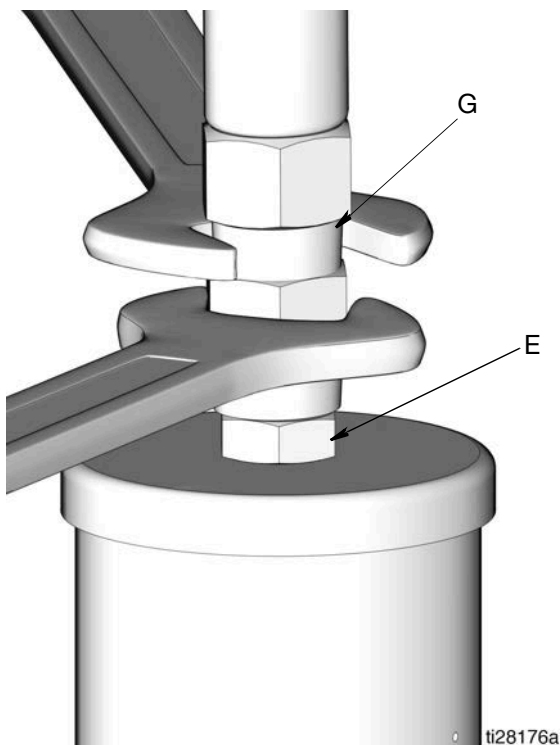

ABB. 6
2. Den **Druck** im System **entlasten**. Dafür zwei Schraubenschlüssel am Pumpenauslass (E) und Schmierleitungs-Anschlussstück (G) ansetzen und in entgegengesetzte Richtungen drehen, um das Anschlussstück **langsam zu lösen**, bis es nicht mehr fest sitzt und kein Schmiermittel und keine Luft mehr daraus austritt (ABB. 6).